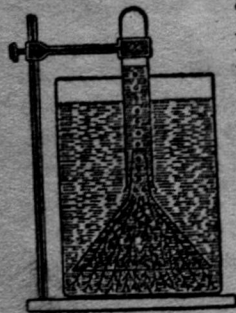

Abb. 99
**Beobachtung:** a) Bringe Wasserpflanzen (z. B. Wasserpest) unter einem Trichter in ein Gefäß mit frischem Wasser! Stülpe über die Mündung des Trichters, die sich unter dem Wasserspiegel befinden muß, ein mit Wasser gefülltes Probeglas und stelle die ganze Vorrichtung (s. Abb. 99) an die Sonne! Wenn das Wasser im Probeglas durch aufgestiegenes Gas verdrängt ist, so verschließe es unter Wasser mit dem Daumen, nimm es aus dem Gefäß und führe rasch einen glimmenden Span ein! Aufflammen desselben zeigt Sauerstoff an. b) Beobachte das Geschehen, wenn dieselbe Versuchsanordnung im Dunkeln steht! c) Verwende statt des frischen ausgekochtes (= luftfreies) Wasser!